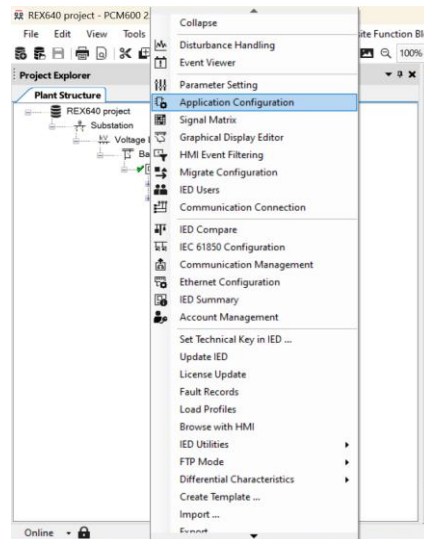

Imagen 33_Creación de la aplicación de configuración.
2.1.1 Seleccionamos “*Application Configuration*”, como se observa en la **Imagen 33**.